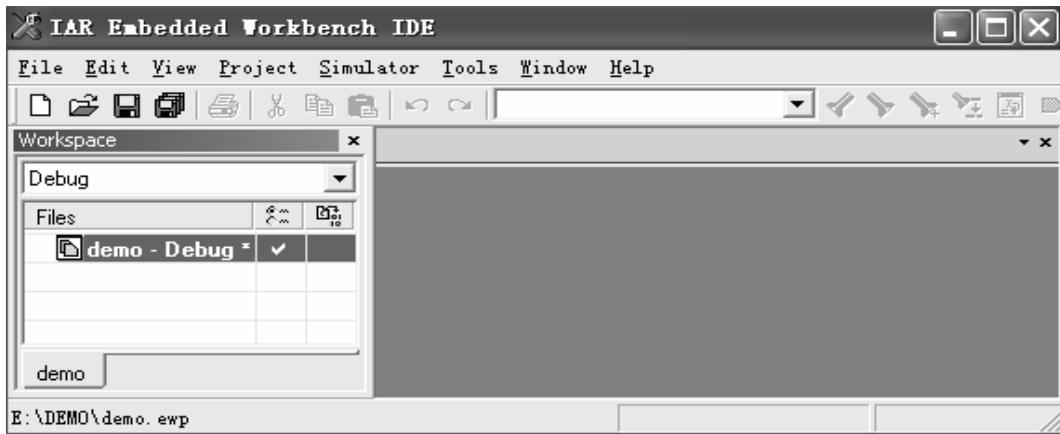

图 1.21 新建项目名
3、在“另存为”窗口中浏览和选择新建的E:\DEMO目录，输入新项目的文件名为demo，然后保存。这时在屏幕左边的Workspace窗口中将显示新建的项目名和输出代码模式，如图 1.21所示。